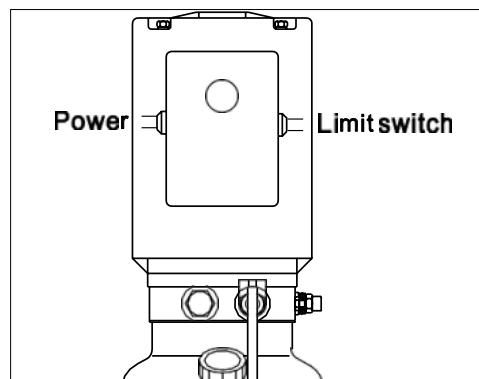

Рис. 35
4.4.3.2 Подключите кабель подачи электропитания и концевой переключатель к клеммной коробке на распределительной коробке электромотора (*Рис. 35*) в соответствие со схемой на *Стр. 4*.
4.4.3.4 Закройте крышку электрической панели, нажмите кнопку запуска (*Рис. 35*), вращение электродвигателя должно происходить согласно направлению, указанному стрелкой на корпусе электромотора.